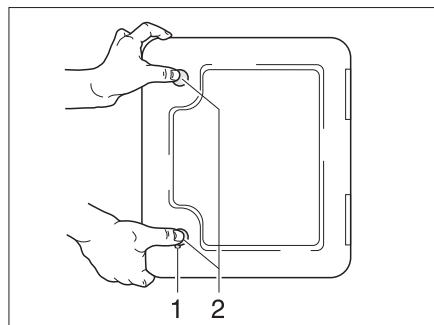

Fig. 154 Portillon pour la toilette à cassette
- Ouvrir le portillon pour la cassette à l'extérieur du véhicule. Insérer pour cela la clé dans le barillet du verrou de pression (Fig. 154,1) et la tourner d'un quart de tour.
- Appuyer du pouce et simultanément sur les deux verrous de pression (Fig. 154,2) et ouvrir le portillon pour la cassette.